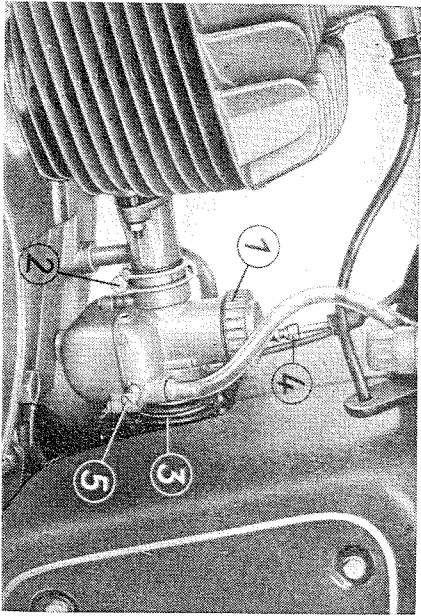

Fig. 18. Déposer les carburateurs 22 N 1-3 (T.S. 125) ou 21 N 1-1 (T.S. 150)
Dévisser l'écrou de fermeture (1) (fig. 18), extraire le chapeau de chambre de boisseau complet avec le boisseau des gaz. Puis, desserrer encore l'écrou de la vis de blocage (2) de la tubulure d'aspiration, détacher le jonc de serrage (3) du tube d'aspiration. Ceci fait, on